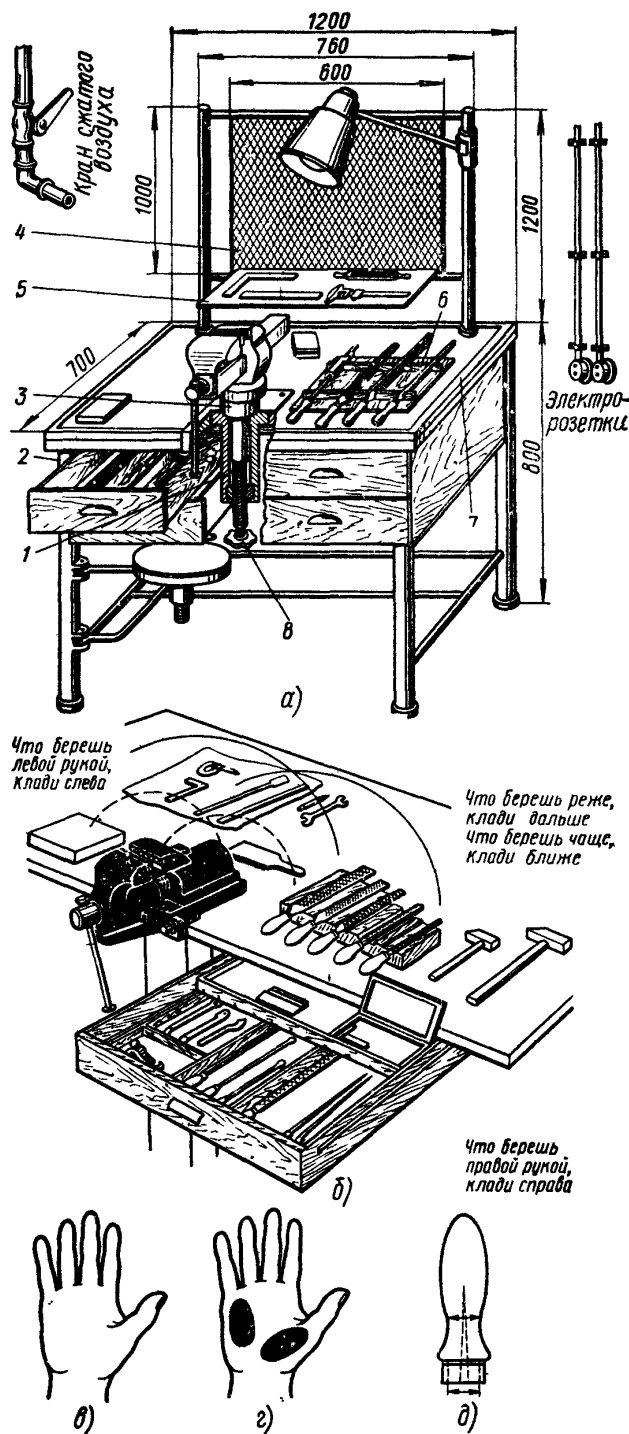

Рис. 2. Рациональная организация рабочего места слесаря:
1. Получи чертеж, заготовку, инструмент и приспособления, подготовь рабочее место (рис. 2, а):
2. Сохраняй порядок на своем рабочем месте (рис. 2, б):
ской формы руки человека. В противном случае в ходе работы будут страдать межпальцевые бугорки, снабженные тонкими нервными окончаниями, и ямка ладони (наименее мускулистая ее часть). На межпальцевых бугорках могут появиться потертости, нарывы, мозоли (рис. 2, в).
2. Нужно применять рукоятки такой формы, которая позволяла бы соприкоснуться мышцам большого пальца и бугорку с рукояткой (рис. 2, г). Эти выступы на ладони имеют не только сильные мускулы, но и упругую жировую ткань, которая смягчает вибрацию и удары.
3. Рациональной формой рукояток может быть: круглая, треугольной усеченной призмы с закругленной поверхностью и пр. (рис. 2, д).